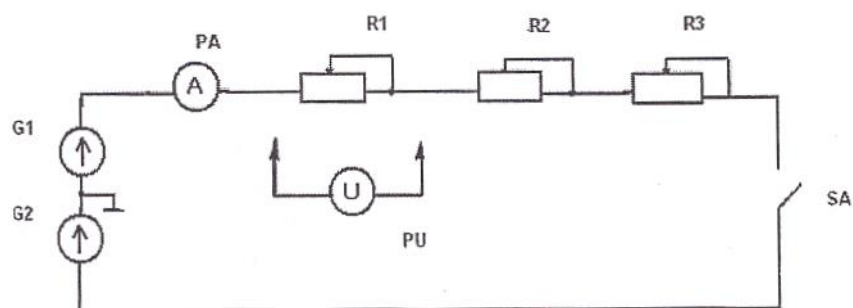

Рисунок 1.3 - Схема для исследования цепи с последовательным соединением резисторов
1.1.Собрать электрическую схему (рисунок 1.3) и дать проверить ее преподавателю.